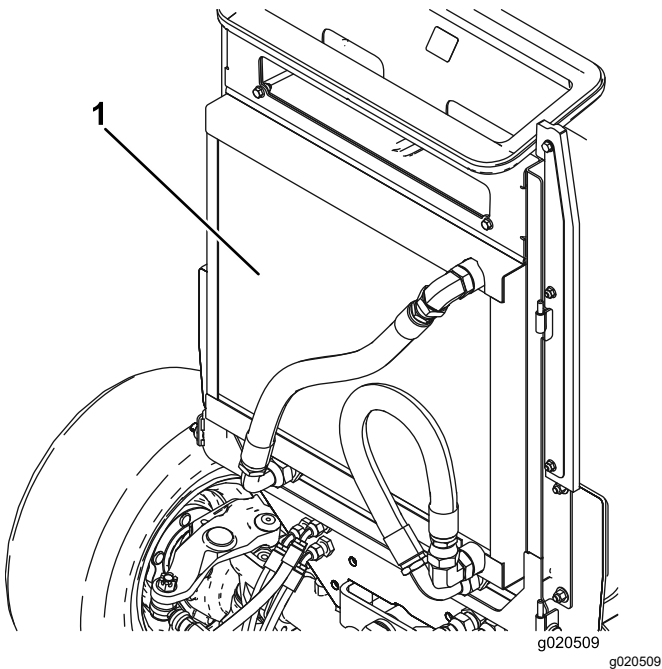

Figura 98
- Limpie a fondo ambos lados de la zona del enfriador de aceite/radiador (Figura 98) con aire comprimido. Empezando en la parte delantera, sopla los residuos hacia la parte trasera. Luego, limpie desde atrás, soplando los residuos hacia adelante. Repita el procedimiento varias veces hasta eliminar todos los residuos.